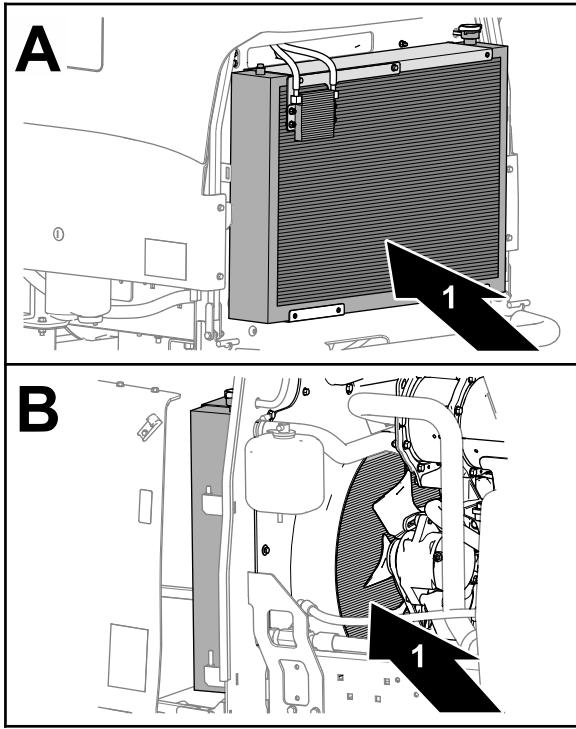

Figure 68
7. Nettoyez soigneusement les deux côtés du radiateur et du refroidisseur d'huile à l'air comprimé (Figure 68).